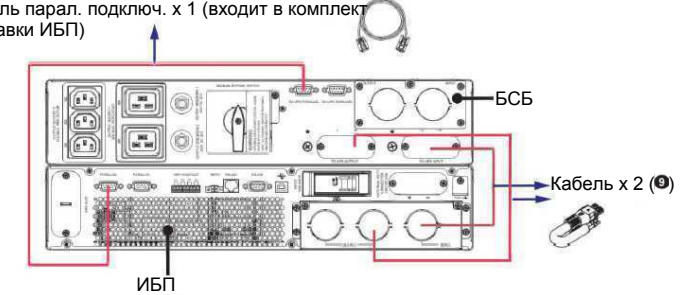

Рисунок 5
- См. общую схему электрической проводки на **рис. 5–6**.